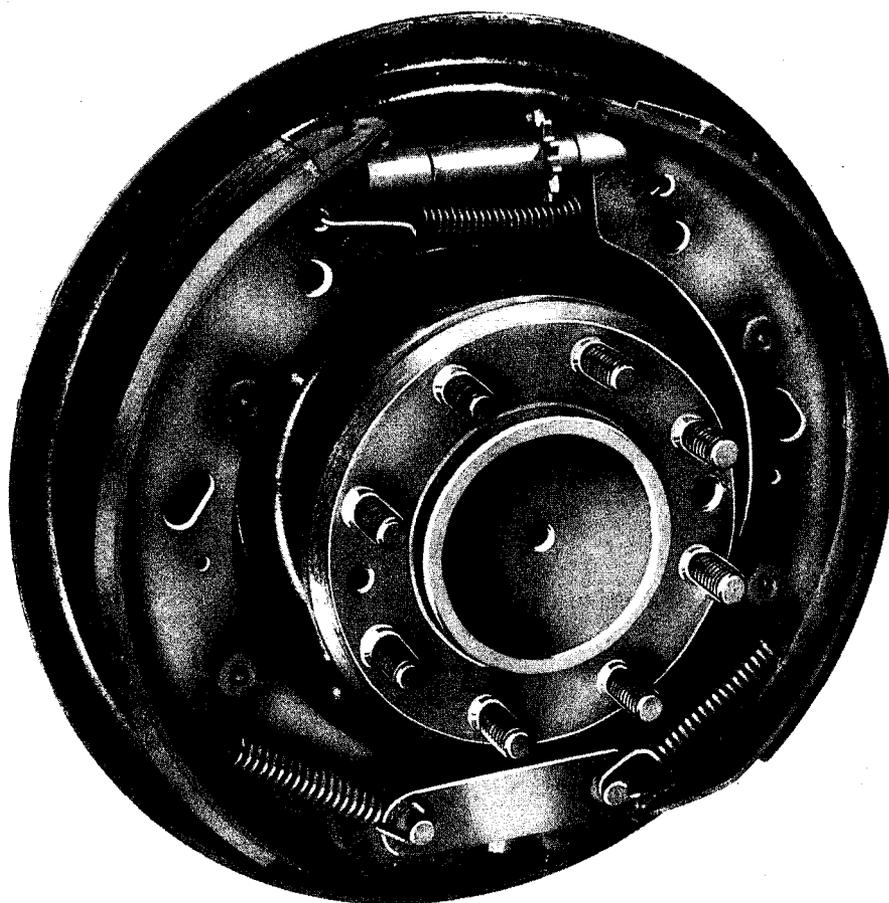

Fig. 1
- 5° Décrocher les 3 ressorts de rappel des segments de frein (fig. 1).
Voir la figure 1.